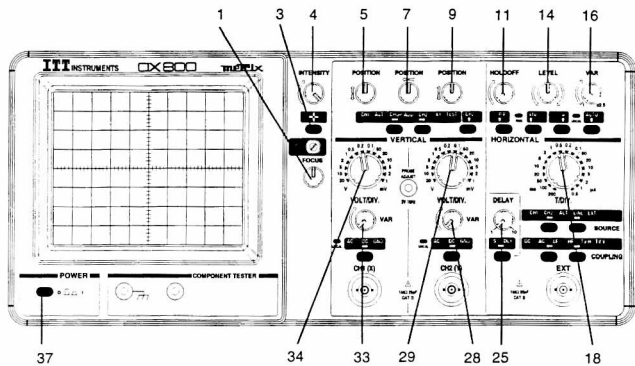

figure 1
- Positionner les commandes rotatives comme indiqué dans le tableau ci-dessous et sur la figure 1.
**Remarque :** Si aucune trace n'apparaît après 10 secondes de chauffe, appuyer sur la touche BEAM FIND (3) (figure 1) et centrer les traces à l'aide des commandes rotatives de position (5, 7, 9).
- Régler l'intensité lumineuse (4) et la finesse des traces (1) (figure 1).